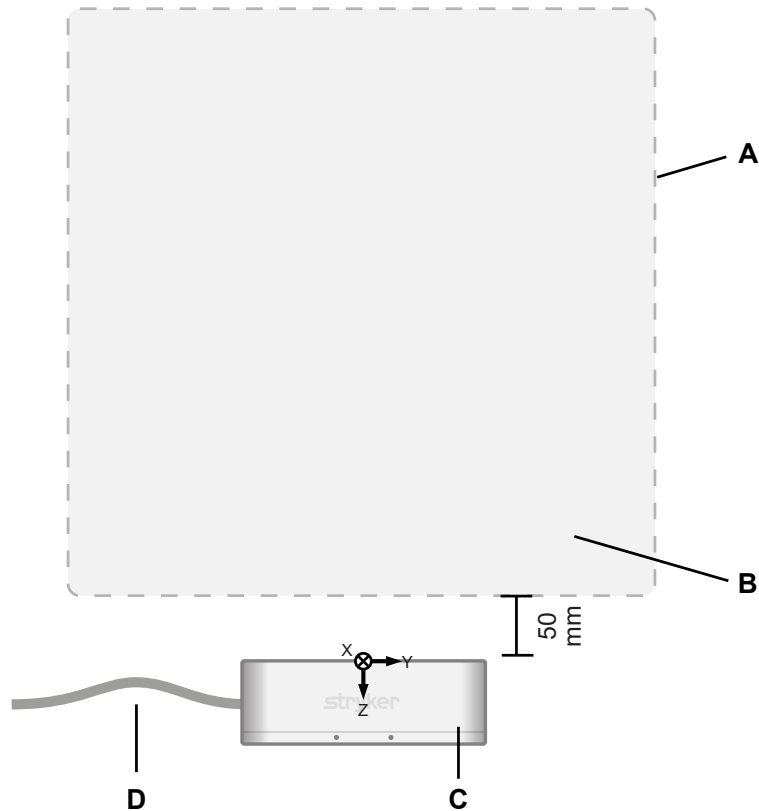

Figur 1 – Plassering av feltgeneratoren på feltgeneratorens monteringsarm (fra siden)
2. Plasser feltgeneratorens monteringsarm med tennene (figur 1, C) opp og den øvre delen av leddarmen til feltgeneratorens monteringsarm (figur 1, A) parallelt med operasjonsbordet.
3. Plasser feltgeneratoren rett på tennene til feltgeneratorens monteringsarm (figur 1, C).
4. Fikser feltgeneratoren ovenfra med den ene hånden, sett inn stjernehandtakskruen (figur 1, B) rett inn i gjengen til feltgeneratoren og fest stjerneskrue med den andre hånden nedenfra.
1. Plasser feltgeneratorens monteringsarm slik at den øvre delen av leddarmen er parallell med operasjonsbordet og stjernehandtaksskruen til feltgeneratorens monteringsarm er vendt ned. Se figur 1.